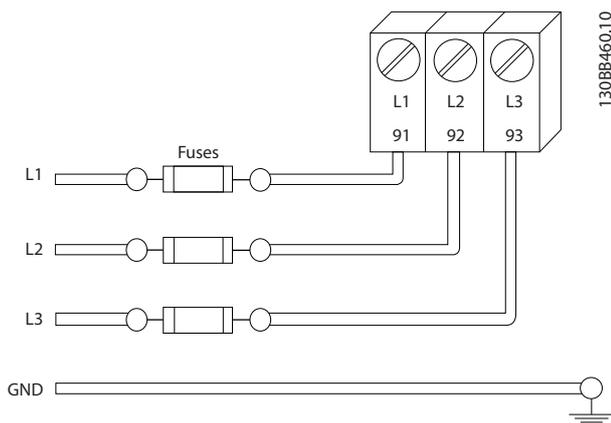

Ilustración 2.4 Fusibles del convertidor de frecuencia
- Todos los convertidores de frecuencia deben contar con protección contra cortocircuitos y sobreintensidad. Se necesitan fusibles de entrada para proporcionar esta protección. Consulte *Ilustración 2.4*. Si no vienen instalados de fábrica, los fusibles deben ser suministrados por el instalador como parte de la instalación. Véanse los valores nominales máximos de los fusibles en *10.3.1 Protección*.